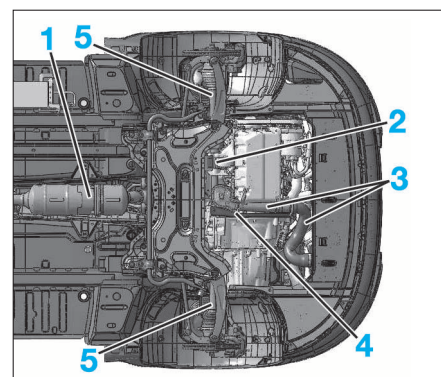

FIG. 73
- les transmissions (5) (Fig.73) (voir chapitre "Transmissions")